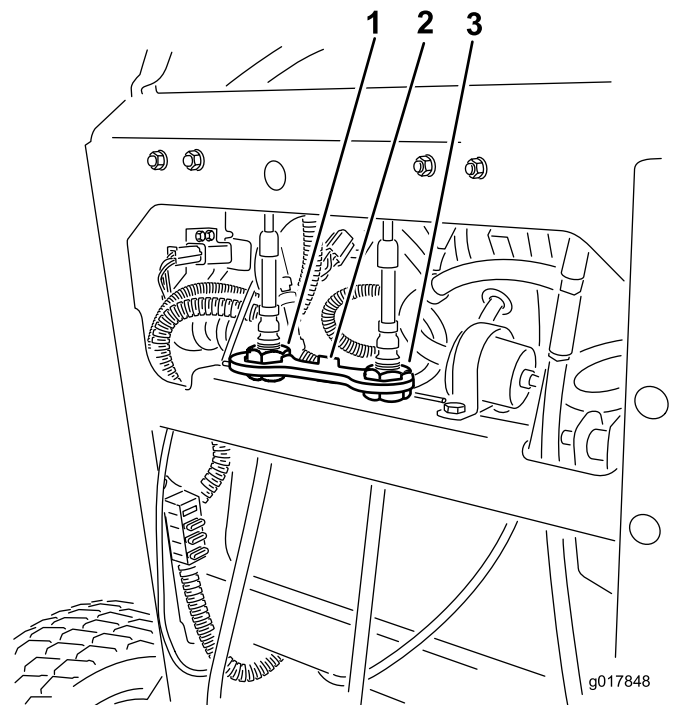

Figura 54
4. Gire la rueda de ajuste del cable derecho hasta que la palanca de control de movimiento derecha quede posicionado en el centro de la ranura de bloqueo/punto muerto del panel de control (Figura 54).